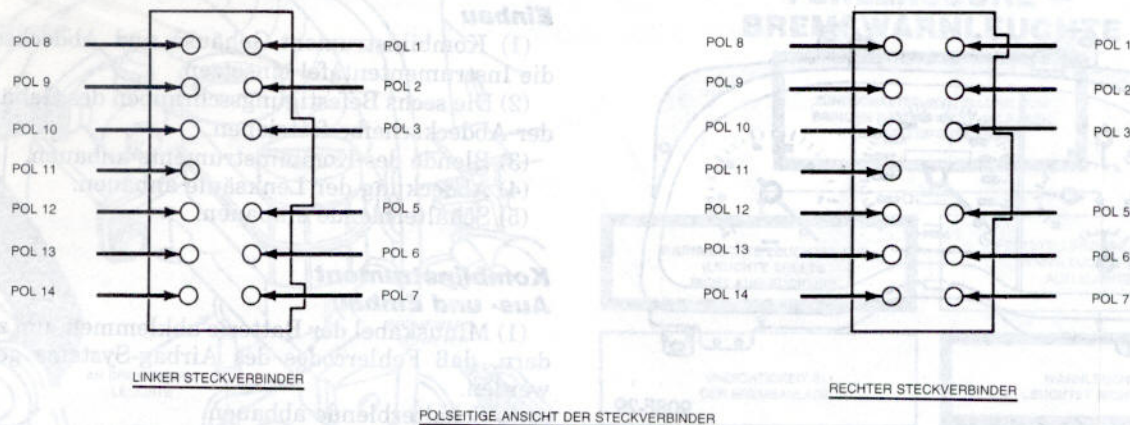

Abb. 3 – Steckverbinder des analogen Kombiinstruments
- (1) Kombiinstrument ausbauen.
- (2) Überprüfen, ob an Pol 8 des rechten Steckverbinders des Kombiinstruments Batteriespannung anliegt (Abb. 3).
- (3) Zündschalter in Stellung "ON" bringen und überprüfen, ob an Pol 9 (Zündung) des rechten Steckverbinders des Kombiinstruments Batteriespannung anliegt.
- (4) Pol 14 des rechten Steckverbinders des Kombiinstruments auf Durchgang an Masse prüfen.
(5) Signal vom Motorüberwachungsmodul zum Drehzahlmesser prüfen; hierzu ein digitales Wechselstrom-Voltmeter zwischen Pol 6 des linken Steckverbinders des Kombiinstruments und Masse anschließen (Abb. 3). Bei laufendem Motor müssen mindestens 2,0 Volt angezeigt werden.